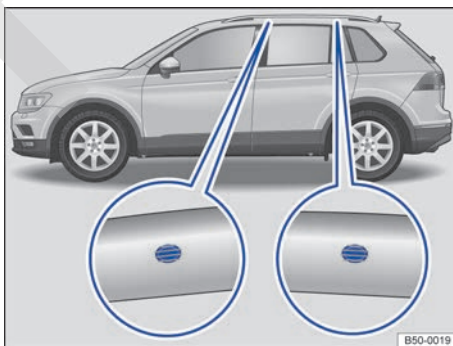

Fig. 214 Vehículos con barras longitudinales en el techo: puntos de fijación para las barras transversales.
Los orificios para fijar los soportes se encuentran en el lado interior de las barras longitudinales del techo → fig. 214 (imágenes ampliadas).
- Monte los soportes básicos únicamente en los puntos que aparecen señalados con marcas en la figura → fig. 214.